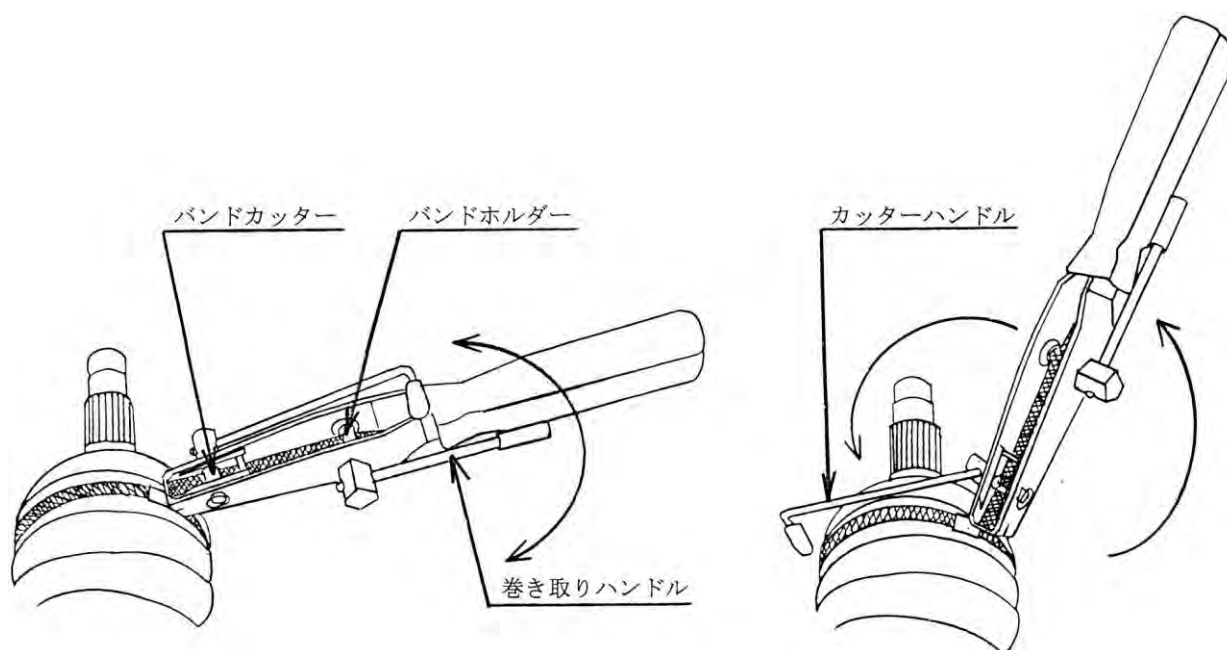

図1
- ①ドライブシャフトのブーツに取り付けたブーツバンドを、本機のバンドカッター（カッターハンドルを図1の位置にする）とバンドホルダーに通して下さい。（図1参照）
- ②巻き取りハンドルを回転させて、ブーツバンドを巻き取って下さい。（図1参照）